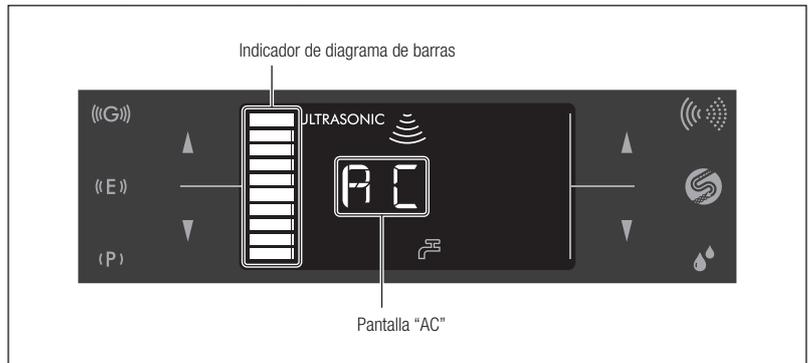

Fig. 35
- 7) Mantenga pulsada la tecla de autolimpieza durante 3 segundos aproximadamente para iniciar la autolimpieza. La operación de autolimpieza tarda aproximadamente 45 segundos. Durante la autolimpieza aparece "AC" en el panel LCD, y el tiempo restante aproximado se muestra en el indicador del diagrama de barras (Fig. 35).